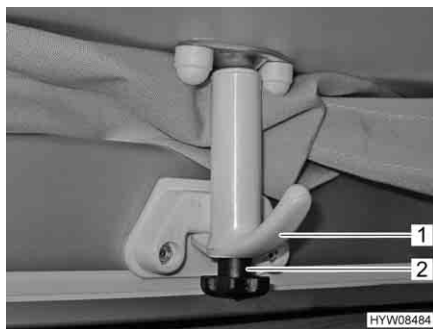

Fig. 22 Tenditore sbloccato
- Allentare una vite a testa cilindrica zigrinata (Fig. 22,2) su ciascuno dei due tenditori anteriori (Fig. 22,1).